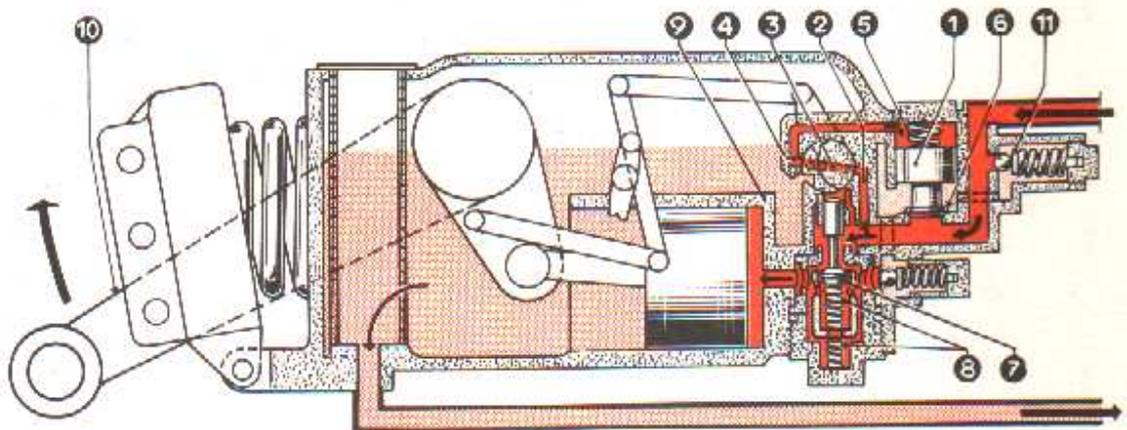

FIG.21
1° montée des bras (fig.21) La rotation du boisseau du distributeur provoquée par le levier de commande du relevage permet à l'huile sous pression provenant de la pompe d'arriver derrière le piston différentiel ① par la cheminée ② le forage transversal du boisseau ③ et la conduite ④ .